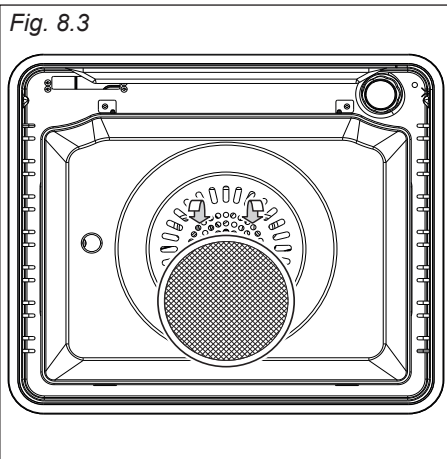

Fig. 8.3
- L'arrière du four est muni d'un écran spécial pour absorber les particules de graisse, surtout lorsqu'on fait rôtir des viandes. Le filtre est accroché à la paroi postérieure du four comme illustré sur la figure 8.3.